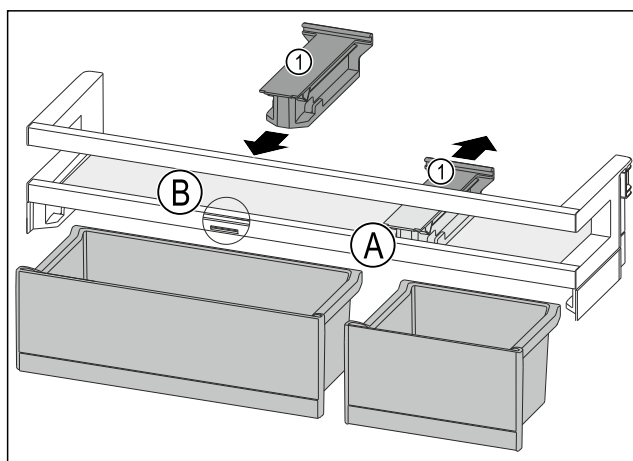

Fig. 114
- Tirare l'elemento di tenuta Fig. 114 (1) all'indietro per portarlo in posizione Fig. 114 (A).
- Inserire l'elemento di tenuta Fig. 114 (1) in posizione Fig. 114 (B).